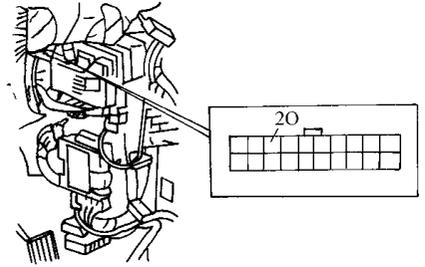

图 4-6 喇叭不响的故障排除
2) 抬起喇叭按钮，测量 CPU 插头（20 针）的 20 端（G/R）电压，如图 4-6 所示。若电压为蓄电池电压，更换 CPU；若电压为其他，修理线束（喇叭继电器 - CPU）。